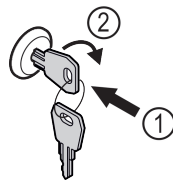

Fig. 102
- ▶ Klíč zasuňte dovnitř Fig. 102 (1).
- ▶ Otáčejte klíčem o 90° ve směru hodinových ručiček Fig. 102 (2).